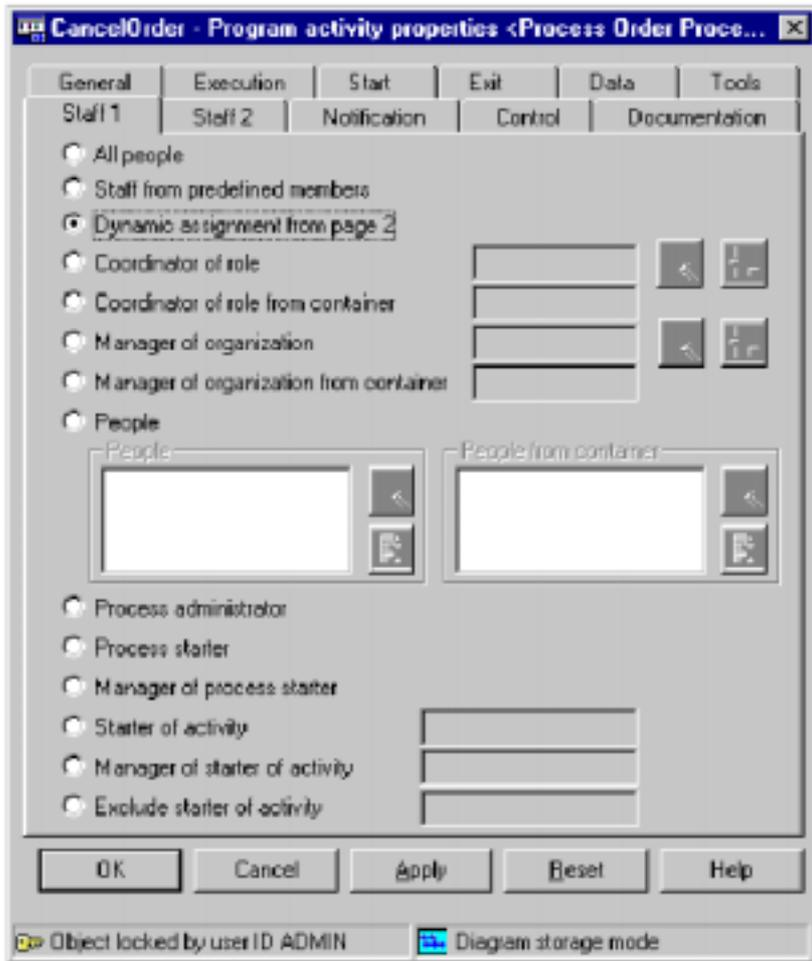

图9-8 Staff 1 设置
1. 打开“CancelOrder”活动的活动属性窗口，如图 9-8 所示。